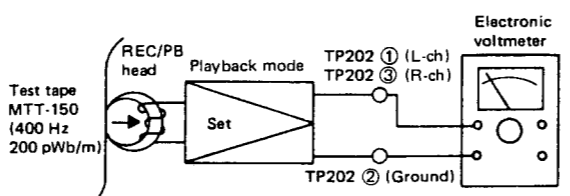

Figure 31-3
- Make connection of instruments as shown in Fig. 31-3, and adjust variable resistor VR201 or VR202 so that the playback sensitivity is as shown in Table 31-3.
- Stellen Sie sicher, daß zwischen den Instrumenten (siehe Abb. 31-3) eine Verbindung besteht und stellen Sie den Regelwiderstand VR201 oder VR202 so ein, daß die Wiedergabesensitivität die in Tabelle 31-3 angegebenen Werte annimmt.
- Brancher les appareils comme le montre la Figure 31-3 et régler la résistance variable VR201 ou VR202 de telle sorte que la sensibilité de lecture soit comme montrée sur le Tableau 31-3.